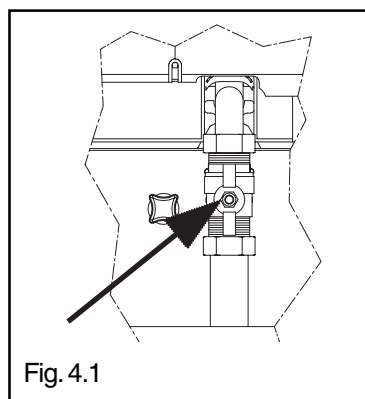

Fig. 4.1
- aprire il rubinetto del gas per permettere il flusso del combustibile (fig. 4.1)
- deschideți robinetul de gaz pentru a permite intrarea combustibilului (fig. 4.1)